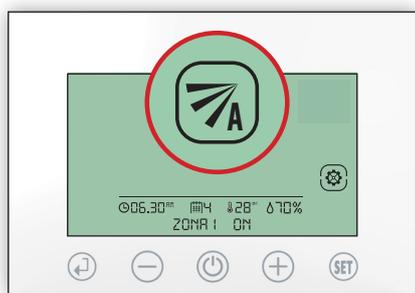

Fig. 86
1.1 Sbloccare tendendo premuto il tasto  per 3 secondi poi premere  per 3 secondi, premere due volte  verificando il lampeggio del simbolo  (Fig.86). Premere  per confermare l'impostazione.